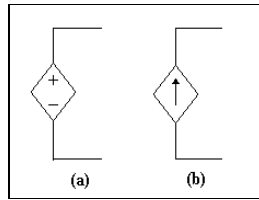

Figura 2.3: Símbolos para: (a) fonte de tensão dependente
- (b) *Fonte dependente ideal ou fonte controlada ideal* é fonte que estabelece uma tensão ou corrente que depende do valor da tensão ou corrente em um outro ponto do circuito. Sua simbologia é mostrada na figura 2.3.